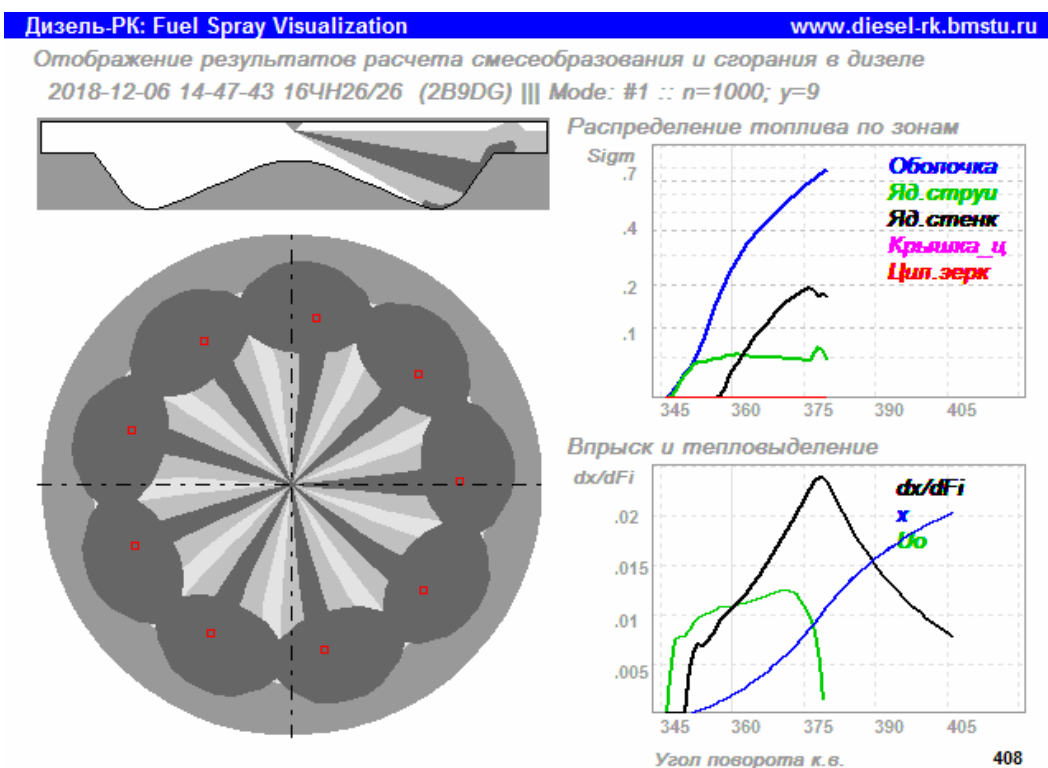

Рис. 3. Конфигурация струй в камере сгорания дизеля в момент окончания впрыска.
- Посмотрите анимацию процесса смесеобразования. Поместите скриншот финального состояния расчета тепловыделения в отчет, рис.3.